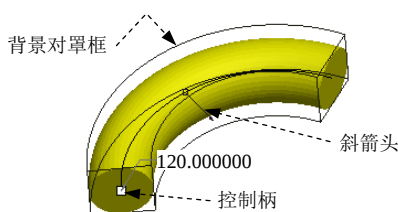

图 9.1.20 “折弯”环境中的各元素
- 拖动控制柄（图 9.1.20），可以控制折弯角度的大小。
- 拖动轴心点或拖动斜箭头（图 9.1.20），可以旋转背景对罩框。